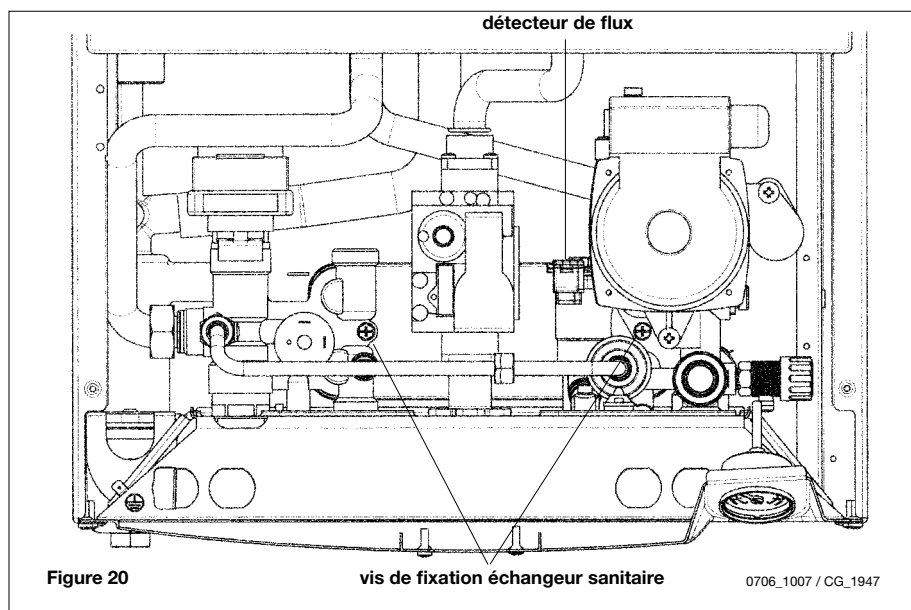

Figure 20
- enlever les deux vis de fixation (visibles sur la face avant) de l'échangeur sanitaire puis le déboîter de son logement (figure 20).
- Dévisser l'écrou présent sur l'ensemble détecteur de débit (figure 20).